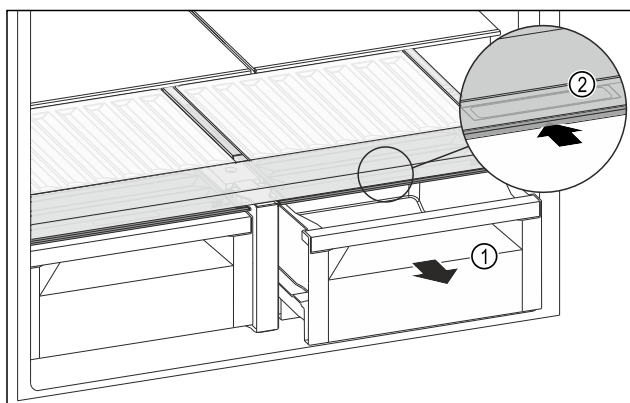

Fig. 139
- ▶ Wyciągnąć szufladę Fig. 139 (1).
- ▶ Chwycić uchwyt wpuszczany Fig. 139 (2) na pokrywie komory i przesunąć pokrywę jednocześnie do tyłu.